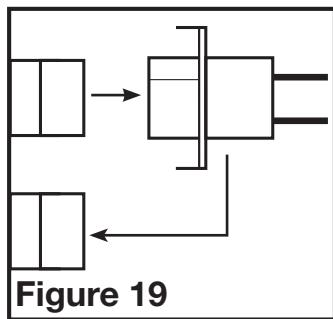

Figure 19
- Débranchez le faisceau du condensateur au niveau du raccord de connexion rapide et retirez «l'étiquette d'impulsion» du raccord de connexion rapide sur le condensateur d'amplification (Figure 19).